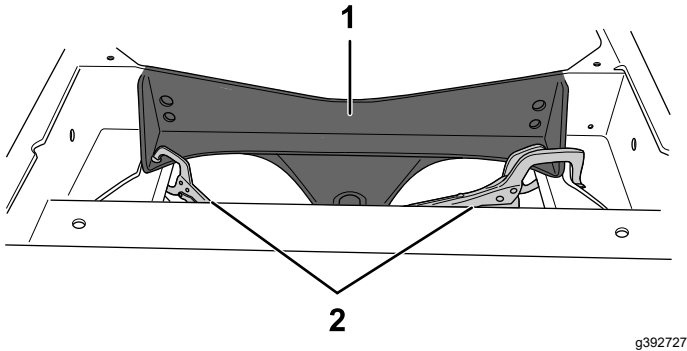

Figura 12
1. Mettete il supporto dell'assale sostitutivo in posizione. Utilizzando serratubi e piastre di supporto in metallo, fissatelo come illustrato nella Figura 12. Accertatevi che il supporto dell'assale sia a filo rispetto al telaio esistente e che non ci siano spazi vuoti.